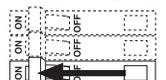

Figure 12
- a. **Pour les luminaires à bride :** Tirez sur la bride de l'habillage jusqu'à libérer l'habillage (**Figure 12**).